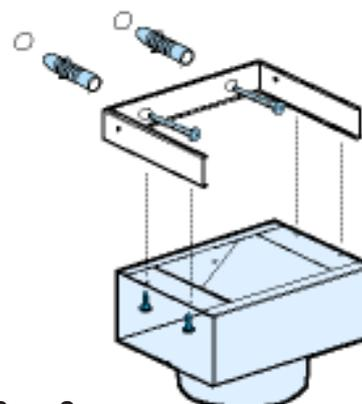

Рис. 2
- Дефлектор следует закрепить с помощью четырех винтов диаметром 2,9 x 6,5 мм, **рис. 2**.